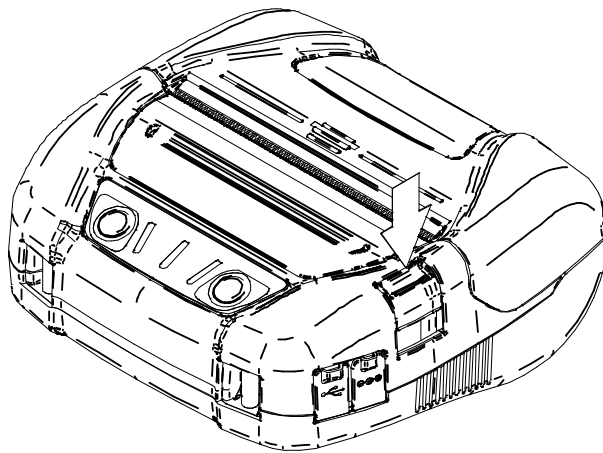

Abbildung 9-1 Taste zum Öffnen der Papierabdeckung
- (1) Drücken Sie die Taste zum Öffnen der Papierabdeckung gemäß Abbildung 9-1 in Pfeilrichtung und öffnen Sie die Papierabdeckung.